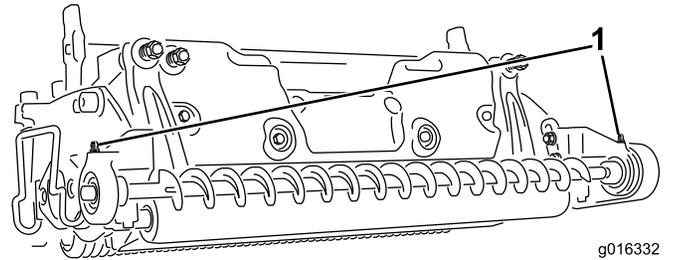

Figura 23
15. Lubrifique a bocais de lubrificação do encaixe do rolamento com massa lubrificante n° 2 para utilizações gerais à base de lítio; consulte a Figura 23.